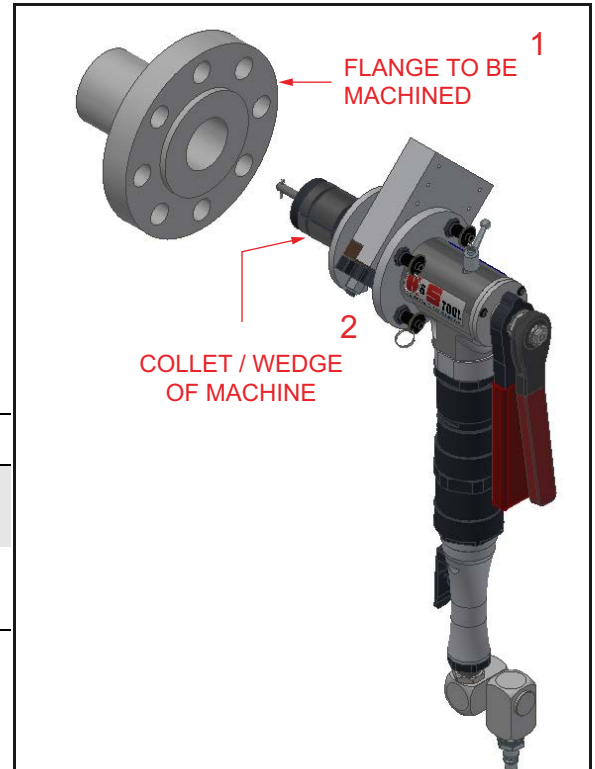

FIGURA 4-1. BRIDA Y BOQUILLA/CUÑA
2. Deslice las boquillas o las cuñas hacia el diámetro interior (DI) de la brida que se va a mecanizar (consulte la Figura 4-1).